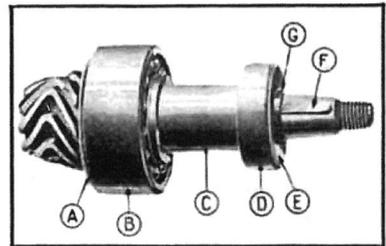

Fig. 198. — Pignon d'attaque du pont AR
- 3—Retirer du pignon d'attaque hors d'usage, la clavette du plateau, la rondelle d'écrasement, les roulements et leur entretoise (fig. 198).
d'écrasement neuve (fig. 198).